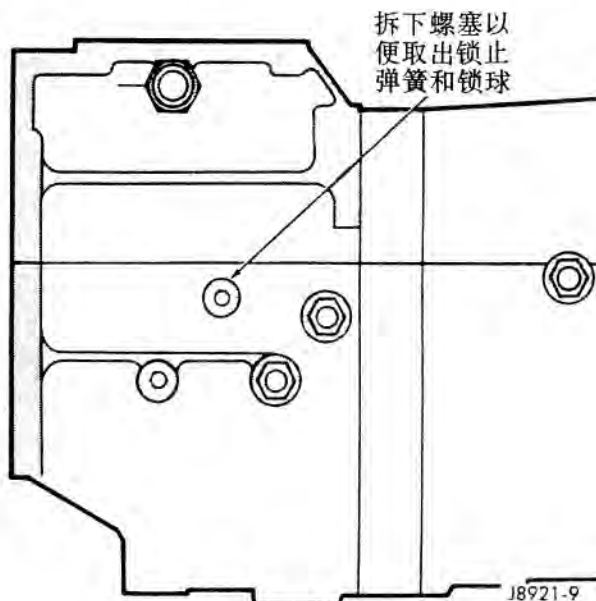

图 9 锁球螺塞位置
(5) 拆下锁球弹簧和锁球。拆下锁球螺塞 (图 9) 并用磁性吸杆吸出锁球弹簧和锁球。